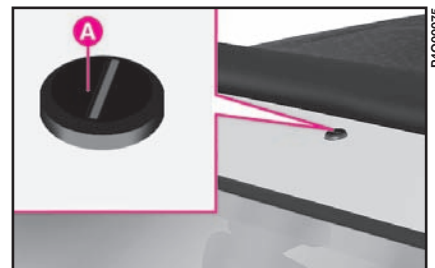

fig. 85
- 1) quite el tapón de plástico **A-fig. 85** del orificio donde se coloca la antena en el techo del coche;